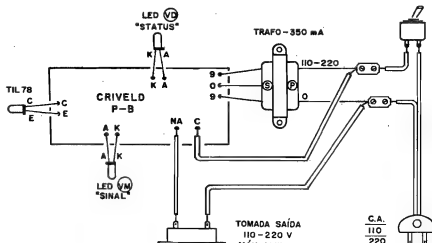

Fig. 8
- FIG. 8 - CONEXÕES EXTERNAS À PLACA "B" - Exige mais atenção ainda, já que são várias as conexões externas, todas importantes: tanto o foto-transistor quanto os LEDs indicadores (vermelho para "sinal" e verde para status) têm terminais polarizados e que não podem ser colocados/soldados invertidos nos respectivos furos... CUIDADO, portanto! Também cuidadosas devem ser as providências de ligação entre a placa, transforma-